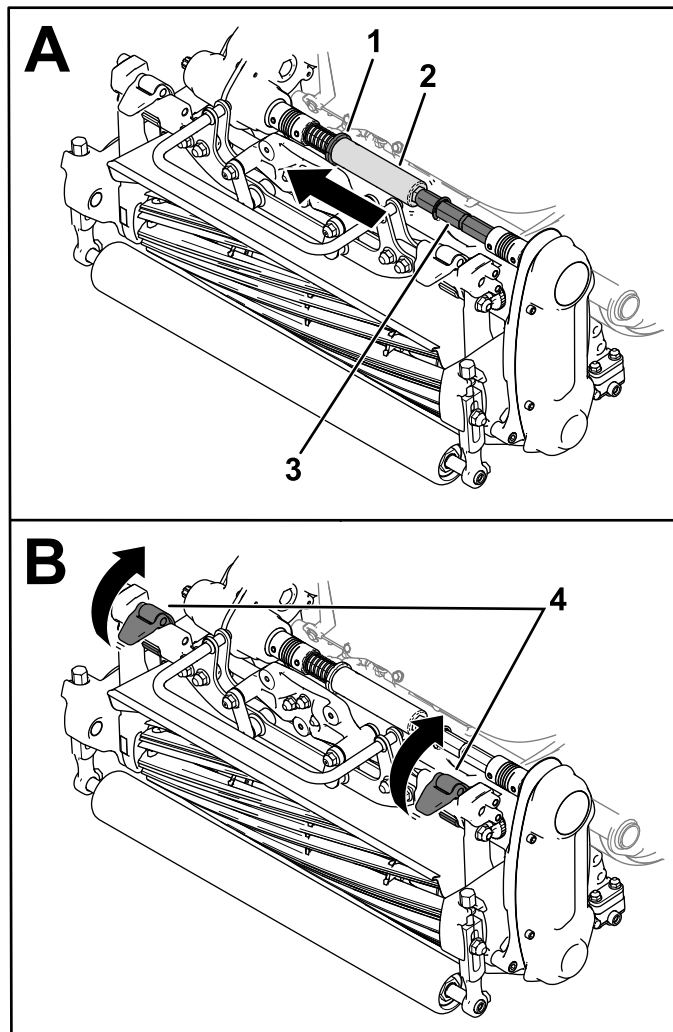

Bild 39
3. Schieben Sie den Bund (Bild 39) in die Nut der Getriebewelle.
4. Schieben Sie das Sechskantrohr von der Kupplungswelle des Mähwerks herunter (Bild 39).
5. Klappen Sie die Aufhängerriegel nach oben, um das Mähwerk von der Maschine zu lösen (Bild 39).